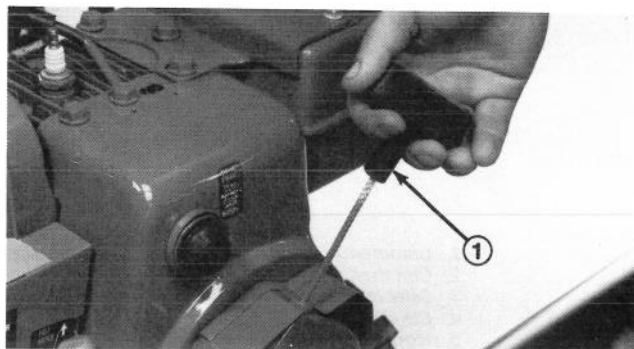

Figure 19
Démarrreur à rappel (Fig. 19) — Le démarrreur à rappel se trouve à l'arrière du moteur. Il suffit de le tirer pour mettre le moteur en marche.
6. Saisissez la poignée du démarreur à rappel (Fig. 19) et tirez-la lentement jusqu'à ce que vous sentiez une prise ferme. Tirez alors vigoureusement pour mettre le moteur en marche. Retenez fermement la poignée du démarreur et laissez-la revenir lentement.